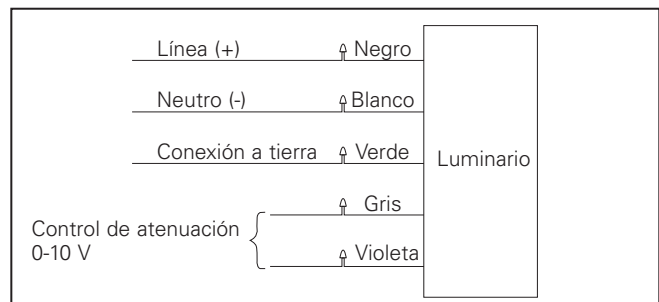

Figura 4A. Configuración estándar
4. Realice las conexiones eléctricas según el diagrama de cableado (Figura 4A, 4B o 4C).
6. Realice las conexiones de los conductos a la carcasa utilizando conexiones de conductos sellados aptas para exteriores. La opción de luminario C1 tiene una conexión de NPT de ½ y la opción C2 tiene una conexión de NPT de ¾. Realice las conexiones de alimentación en la carcasa superior a los cables de la unidad del enchufe. Ver Figura 4A, 4B o 4C para informarse sobre las conexiones de cables.
4. Realice las conexiones de cableado según el diagrama de cableado (Figura 4A, 4B o 4C)